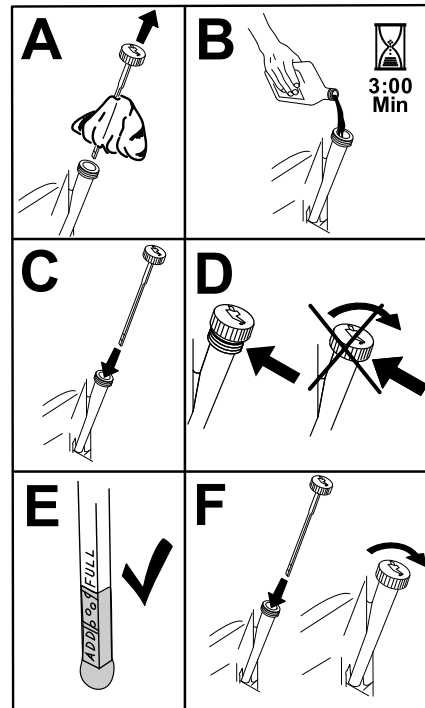

Figura 45
5. Deite cerca de 80% do óleo especificado no tubo de enchimento e adicione lentamente o óleo adicional para atingir a marca **Cheio** (Figura 45).